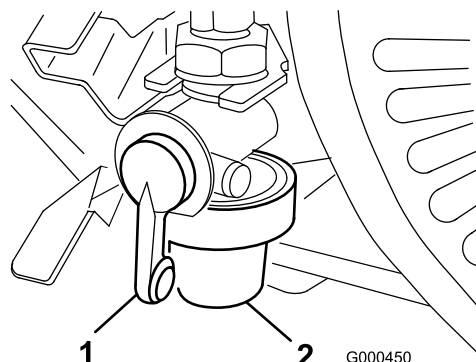

Figura 25
1. Cierre la válvula de cierre del combustible y desenrosque el portafiltros del cuerpo del filtro (Figura 25).